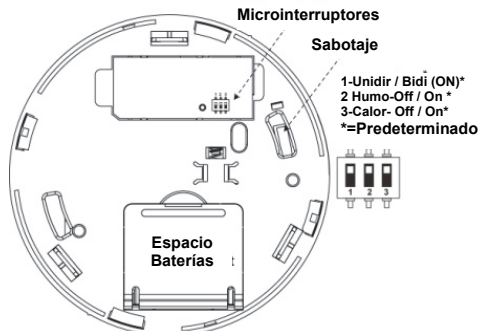

Figura 8: Compartimento de pilas / Tamper
9. Abra la tapa del compartimiento de las pilas (ver Figura 8).